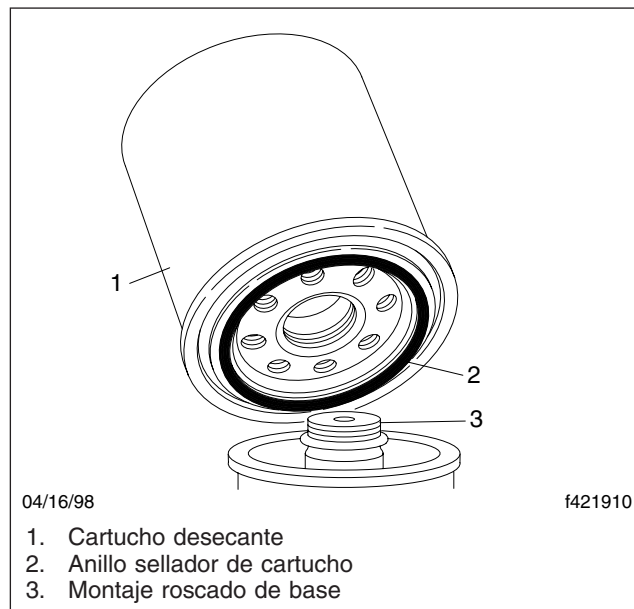

Figura 7, Reemplazo del cartucho desecante
4. En el nuevo cartucho desecante, lubrique el anillo de sellado con grasa de silicona. Vea la **Figura 7**.